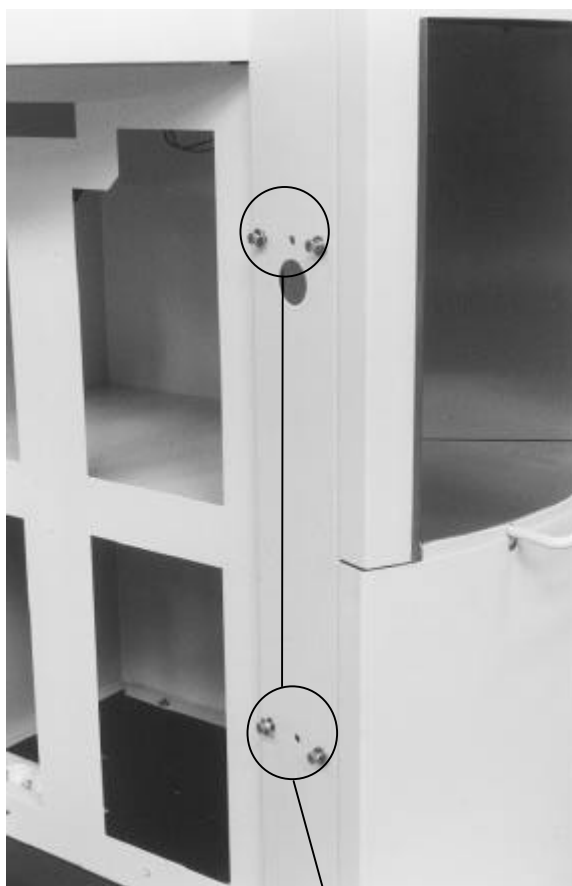

Abbildung 6
- Schrauben Sie die vier Befestigungsbolzen mit Schließ- und Federringen zwei Umdrehungen weit in die Befestigungslöcher der Basis, wie in Abbildung 6 dargestellt.